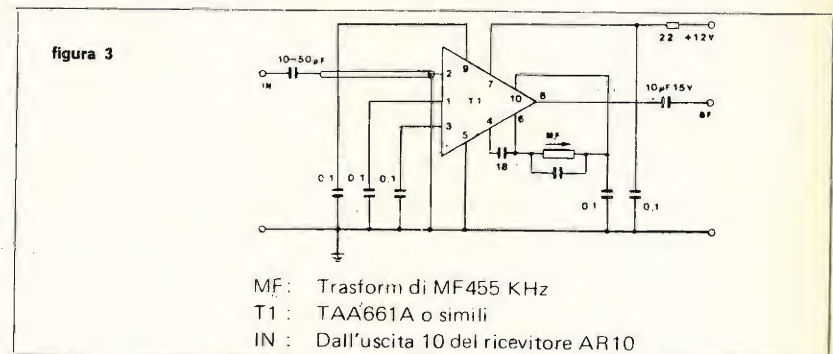

figura 5
- Togliere il ponte H per escludere il CAG e collegare un potenziometro da 10 kΩ e una resistenza da 33 kΩ come indicato in figura 5 A.
- Collegare un potenziometro con interruttore da 100 kΩ logaritmico e una resistenza da 1 kΩ come indicato in figura 5 B (lasciando il ponte H).